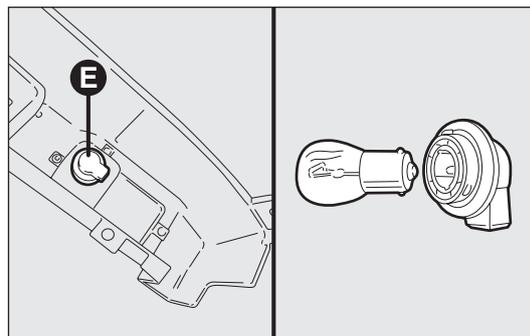

fig. 195
- ruotare il portalampada E in senso antiorario (1/8 di giro), estrarre la lampadina a baionetta spingendola leggermente e ruotandola in senso antiorario, quindi sostituirla fig. 195.